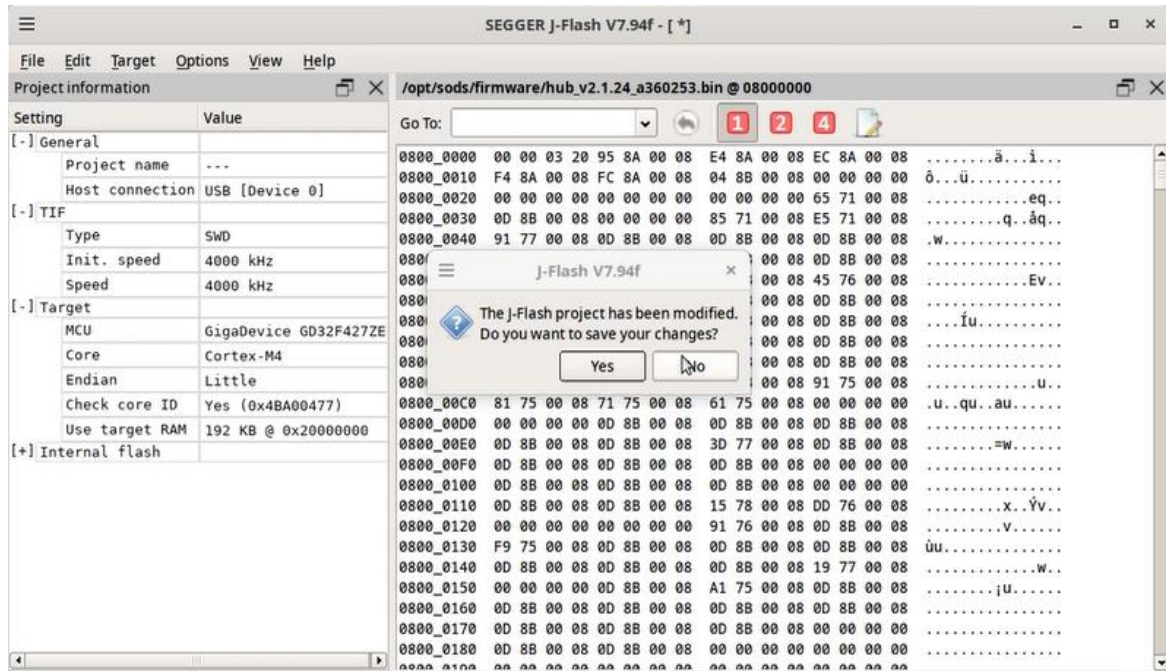

Рисунок 12
13) Перед закрытием окна программы, она предложит сохранить изменения. Нажать «YES» для сохранения файла, при необходимости, чтобы не вводить параметры каждый раз, см. Рисунок 12. Указать путь и имя файла, нажать кнопку «Save» (Рисунок 13).